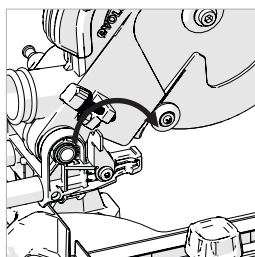

Fig. 26a
- Despliegue la «placa de tope» que actúa como tope de profundidad **(Fig. 26a)** girándola hacia delante desde su posición de almacenamiento a lo largo de la máquina aprox. 150 grados hasta su posición de uso.